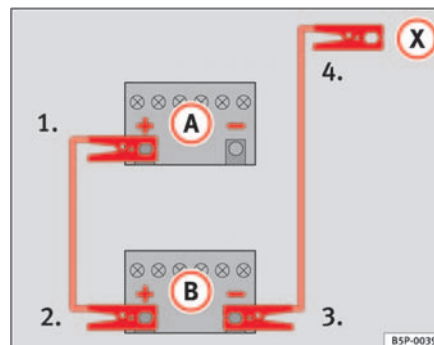

Fig. 156 Esquema de conexión de los cables de emergencia
En la ⇒ fig. 156 **A** representa a la batería sin carga y **B** a la batería con carga.
1. Emborne un extremo del cable de emergencia rojo al polo positivo ⇒ fig. 156 ⊕ del vehículo con la batería descargada ⇒ ⚠.